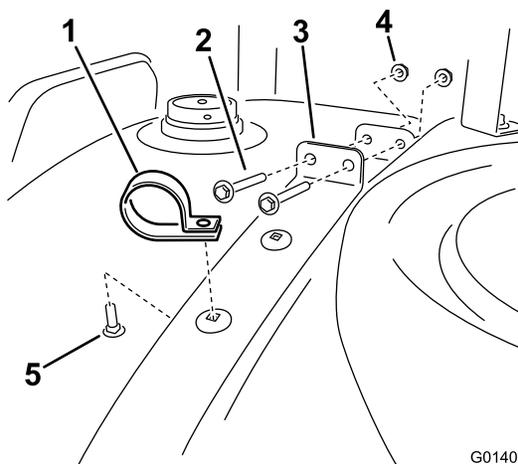

Figure 22
2. Soulevez et écartez la sangle de la cuve de manière à pouvoir insérer un boulon neuf dans le trou de la sangle, au quart de la distance par rapport au côté gauche de la cuve, comme illustré à la Figure 22.
3. Remettez la sangle en place sur la cuve. Avec les boulons retirés précédemment, serrez la sangle sur la cuve (Figure 22). La sangle doit être solidement fixée à la cuve. **Ne serrez pas excessivement.**